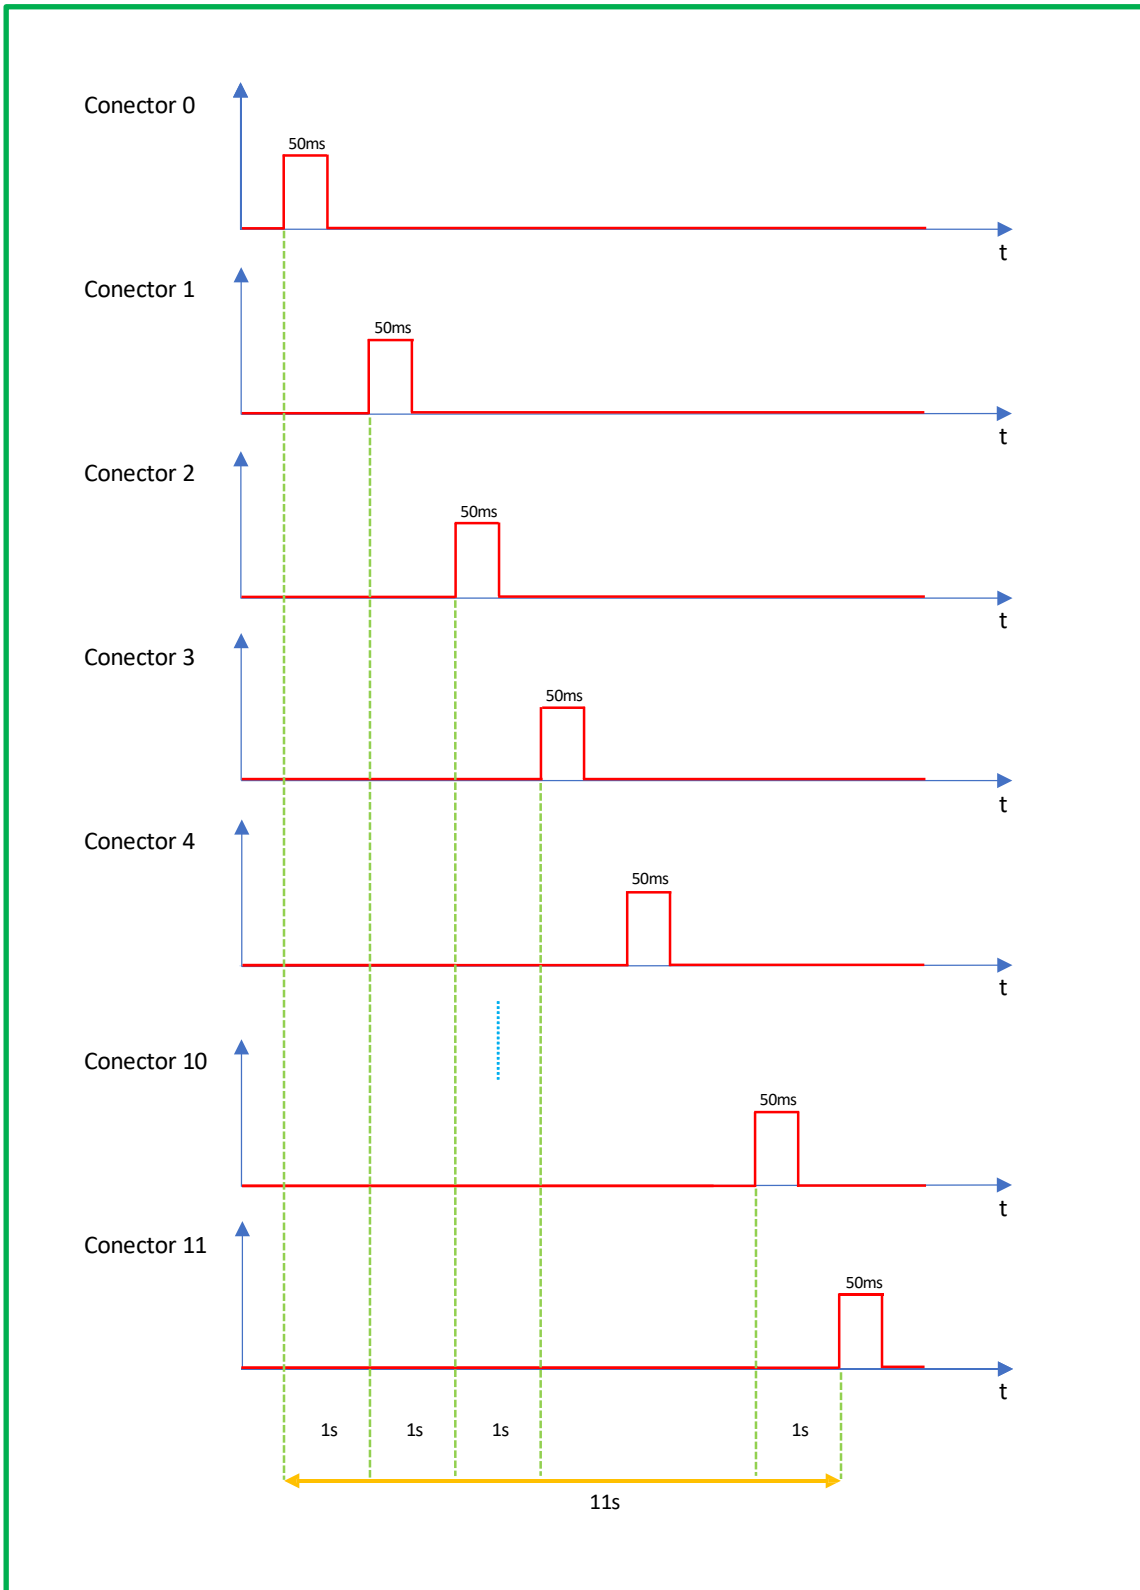

Figura 9: Pruebas en Serie en escala de segundos.
a.3) Segundos: El equipo generará un pulso de 50 milisegundos cada segundo en cada conector óptico, ver Figura 9.